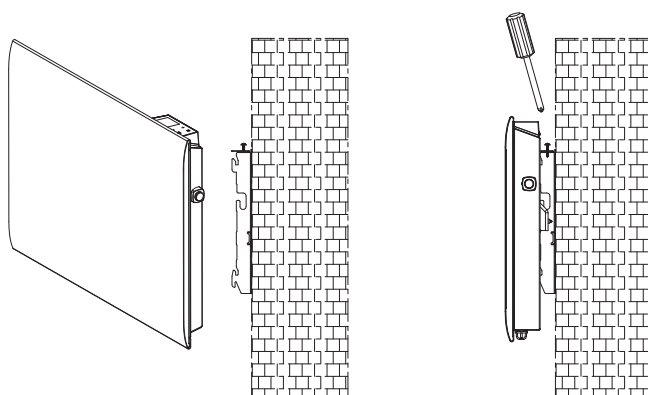

Fig.3
3. Plasser varmeovnen mot braketten. Fest varmeovnen på de 2 nedovervendte krokene. Trekk varmeovnen oppover mens du holder den i de 2 nedre krokene. Fest varmeovnen på de 2 oppovervendte krokene. Trekk varmeovnen ned. Skyv de 2 metallstykkene på toppen inn i hullet, og fest skruene for å låse veggfestebarketten (fig 3).